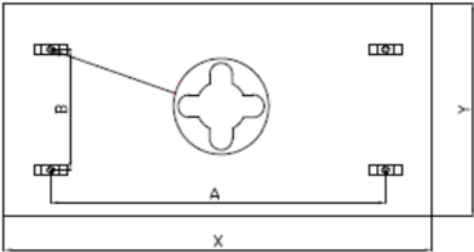

рис.8
- Отметьте места отверстий по таблице (рис. 8), просверлите отверстия, вставьте шпонки и ввинтите частично винт, оставьте наружу около 5мм.